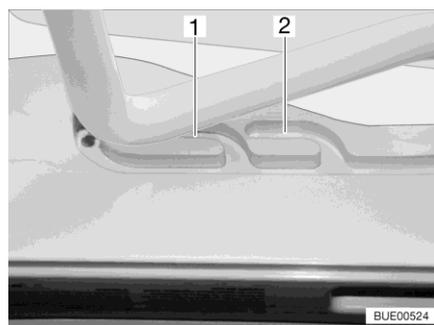
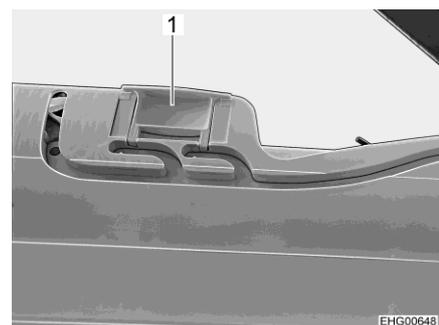

Fig. 53 Guía (posición de ventilación)
Fig. 54 Bloqueo (posición de ventilación)
La claraboya Heki se puede colocar en dos posiciones de ventilación: Posición de mal tiempo (Fig. 53,1) y posición mediana (Fig. 53,2). Según el modelo, la claraboya podrá ser bloqueada en la posición central con los dos pestillos (Fig. 54,1) a la izquierda y la derecha en el marco de la claraboya.
- Presionar el estribo ligeramente hacia arriba y empujarlo en la guía seleccionada (Fig. 53,1 ó 2) y, si fuera necesario, bloquearlo.